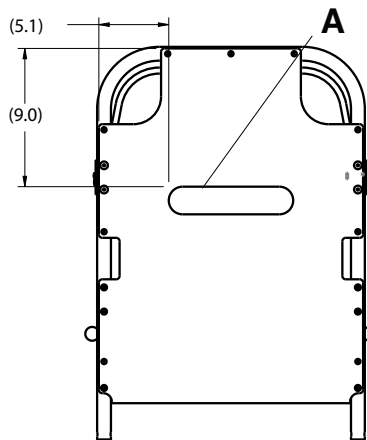

Figure 1 – Mettre le Velcro en place sur le relève-buste.
6. Retirer le dos adhésif du **Velcro** pour relève-buste (A) et appliquer le **Velcro** sur la surface du relève-buste (Figure 1).